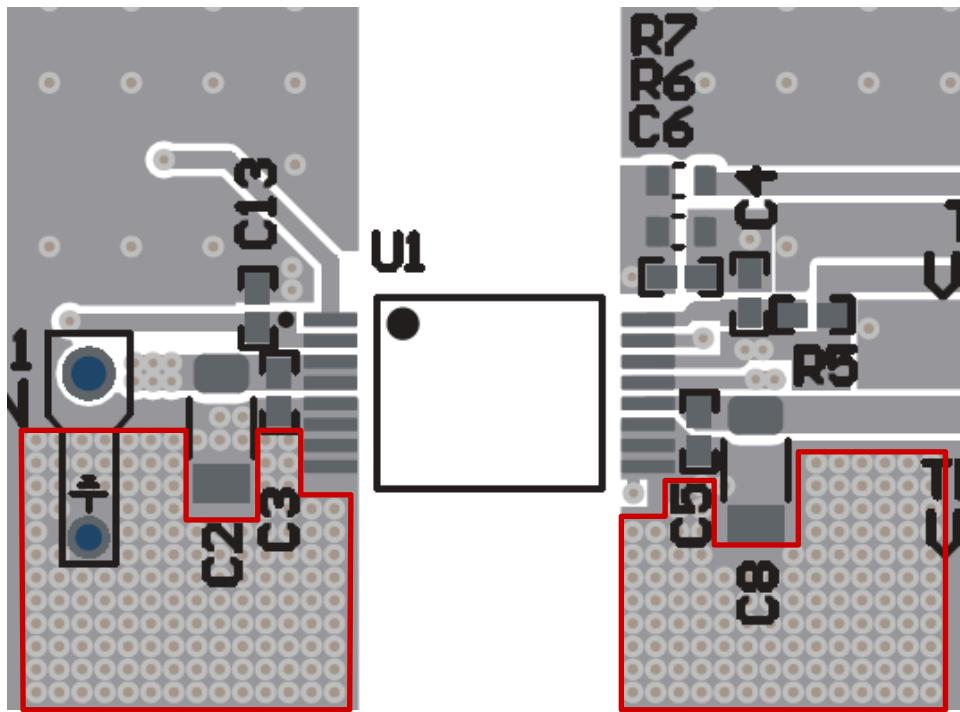

図 8-7. サーマル ピア
- f. 図 8-7 にレイアウトの例を示します。銅の面積が少ない場合は、ピン 5 ~ 8 (1 次側) と 9 ~ 11 (2 次側) の近くに配置し、設計で可能な限り多くのサーマルビアを使用します。